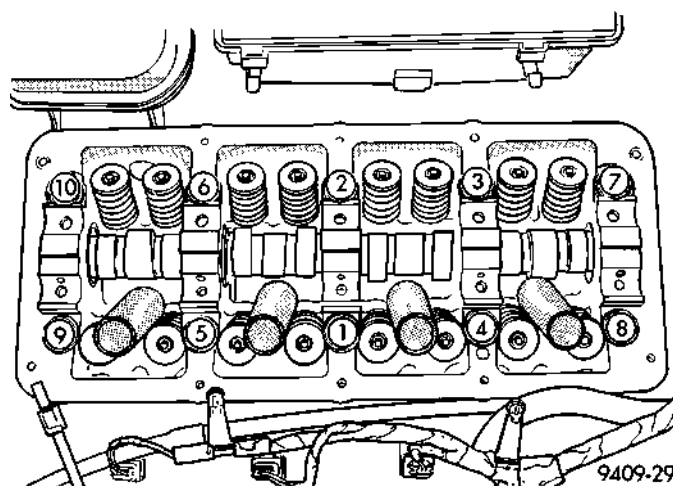

Fig. 34 Secuencia para apretar la culata de cilindros TAPA DE LA CORREA DE DISTRIBUCION
(1) Antes de instalar los pernos, deben engrasarse las roscas con aceite de motor. Los cuatro pernos cortos de 110 mm (4,330 pulgadas) deben instalarse en las posiciones 7, 8, 9 y 10 (Fig. 34).
(2) Apriete los pernos de la culata de cilindros en la secuencia que se muestra en la (Fig. 34). Siguiendo el método de ajuste de torsión de 4 pasos, apriete según los siguientes valores: